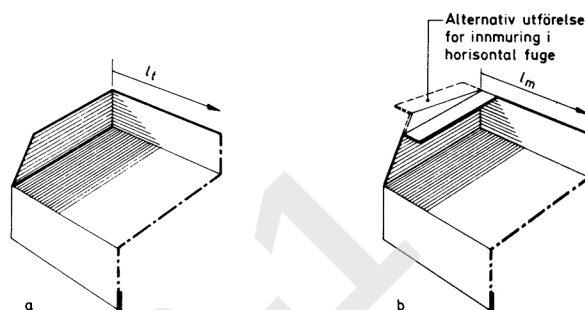

Fig. 04
- 04 Bunnkarmprofilen med spor i underkant av karmen er utviklet med støtte i laboratorieforsøk. Utformingen forutsetter en bestemt type sålbenkbeslag, fig. 04.